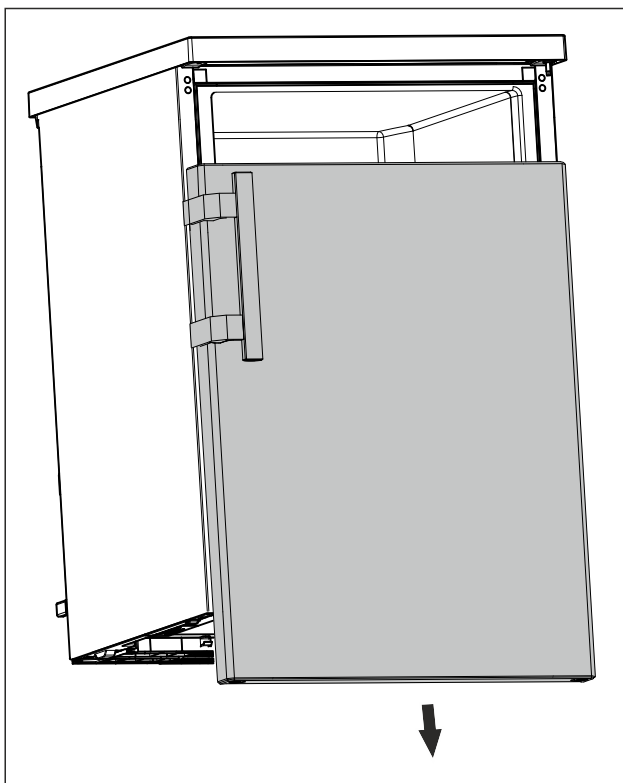

Fig. 12
- ▶ Stiahnite dvere nadol. (pozri Fig. 12)